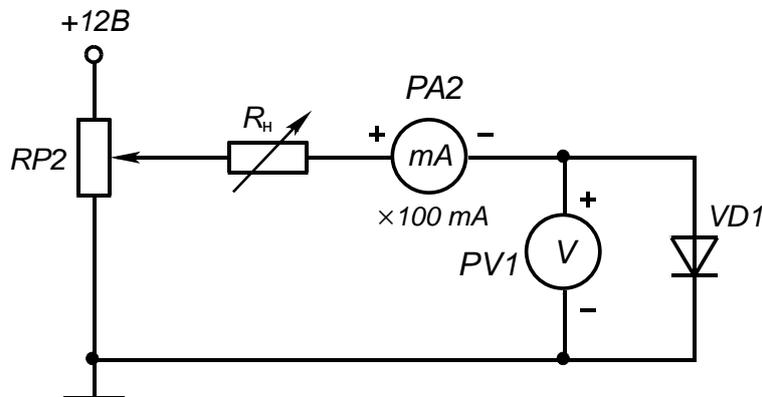
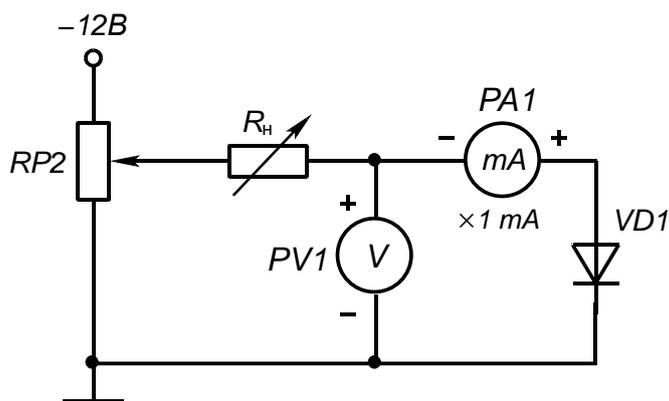

Рис. 4.1
Рис. 4.2
а) собрать схему для исследования выпрямительного диода на постоянном токе в соответствии с принципиальной схемой рис. 4.1. Для измерения анодного тока включить миллиамперметр постоянного тока с пределом 100 мА. Для измерения анодного напряжения использовать встроенный мультиметр. Последовательно с диодом включить токоограничивающий резистор R_n , предварительно установив его ручку в крайнее левое положение.
Снять вольтамперную характеристику выпрямительного диода на постоянном токе для прямой ветви (рис. 4.1); для снятия характеристик регулировать напряжение на выходе потенциометра $RP2$; результаты измерений занести в таблицу, по которой построить прямую ветвь ВАХ (10-15 точек);
б) собрать схему для снятия обратной ветви ВАХ $VD1$, подключив к $RP2$ источник питания $-12В$ и заменив миллиамперметр, поменяв также его полярность подключения (рис. 4.2); снять обратную ветвь ВАХ диода;
Выполнить пункт 4.1 г для диода Шоттки, используя схему на рис. 4.1. ВАХ построить на том же рисунке, что и в п.4.1. Сравнить ВАХ и параметры диода Шоттки с параметрами и ВАХ обычного выпрямительного диода.
Собрать схему для исследования прямой ветви ВАХ светодиода на постоянном токе подобно рис. 4.1, заменив $VD1$ на $VD3$, и подключив в качестве токоограничивающего резистора $R_6 = 1 \text{ кОм}$; снять ВАХ и построить ее на том же рисунке, что и в п.4.1. Определить ток, при котором становится заметным свечение.
11. Как снять по точкам ВАХ диода? Почему на схемах рис. 4.1 и рис. 4.2 по-разному включены измерительные приборы?